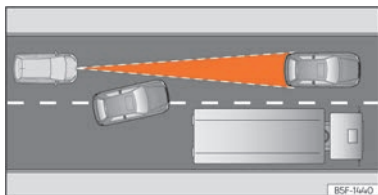

Fig. 119 Cambio de carril de un vehículo.
- Vehículos que cambien al carril por el que usted circula a poca distancia de su vehículo >>> **fig. 119**.